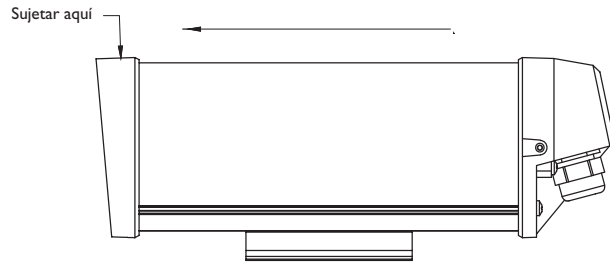

FIGURA 2: Retirada de la cubierta
2. Sujete la tapa frontal de la carcasa y tire de ella hacia adelante. No apriete la propia cubierta. Si lo hace será más difícil deslizar la cubierta al retirarla. Vea la Figura 2.